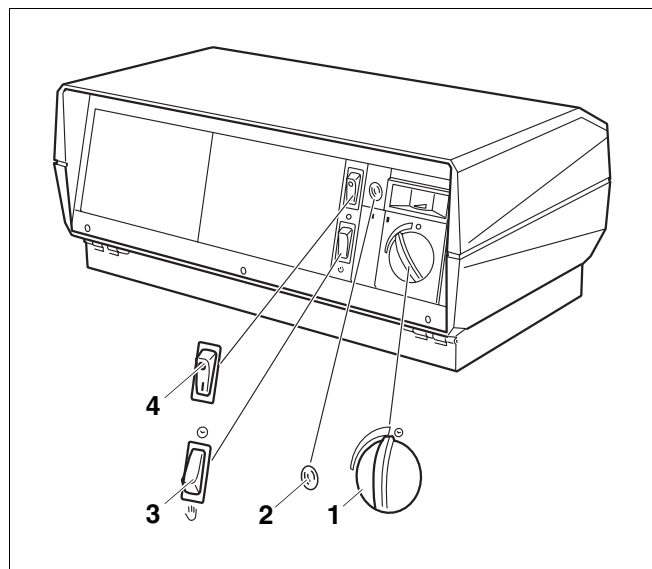

Abb. 3 Regelgerät
Nehmen Sie Ihren Heizkessel über das Regelgerät in Betrieb (Abb. 3). Mit der Inbetriebnahme des Regelgerätes nehmen Sie automatisch den Brenner mit in Betrieb. Der Brenner kann anschließend vom Regelgerät gestartet werden. Weitere Informationen dazu können Sie in der Bedienungsanleitung des jeweiligen Siegercontrol-Reglers oder Brenners nachlesen.
- Stellen Sie bei eingebauter Siegercontrol-Regelung den Betriebsartenwahlschalter (Abb. 3, **Pos. 3**) auf „☺“ (Automatik-Betrieb) – ohne Siegercontrol-Regelung auf „☞“ (Handbetrieb).
- Stellen Sie den Kesselwasser-Temperaturregler (Abb. 3, **Pos. 1**) auf die gewünschte Temperatur ein. Der untere Anschlag entspricht 50 °C, der obere 75 °C. Die Sperre bei 75 °C können Sie durch Herausziehen des Kesselwasser-Temperaturreglers (ca. 2 mm) überwinden. Der Regelbereich reicht dann bis 90 °C.
Bei eingebauter Siegercontrol-Regelung und bei externer Regelung müssen Sie den Betriebsartenwahlschalter (Abb. 3, **Pos. 3**) immer auf „☺“ stellen.
- Stellen Sie den Betriebsschalter (Abb. 3, **Pos. 4**) in Stellung „I“ (EIN).
Nehmen Sie Ihren Heizkessel über das Regelgerät außer Betrieb (Abb. 3). Mit der Außerbetriebnahme des Regelgerätes wird der Brenner automatisch mit abgeschaltet.
- Stellen Sie den Betriebsschalter (Abb. 3, **Pos. 4**) in Stellung „0“ (AUS).
Brennerstörungen werden über die Störlampe (Abb. 3, Pos. 2, Seite 10) des Regelgerätes und des Brenners angezeigt bzw. signalisiert.